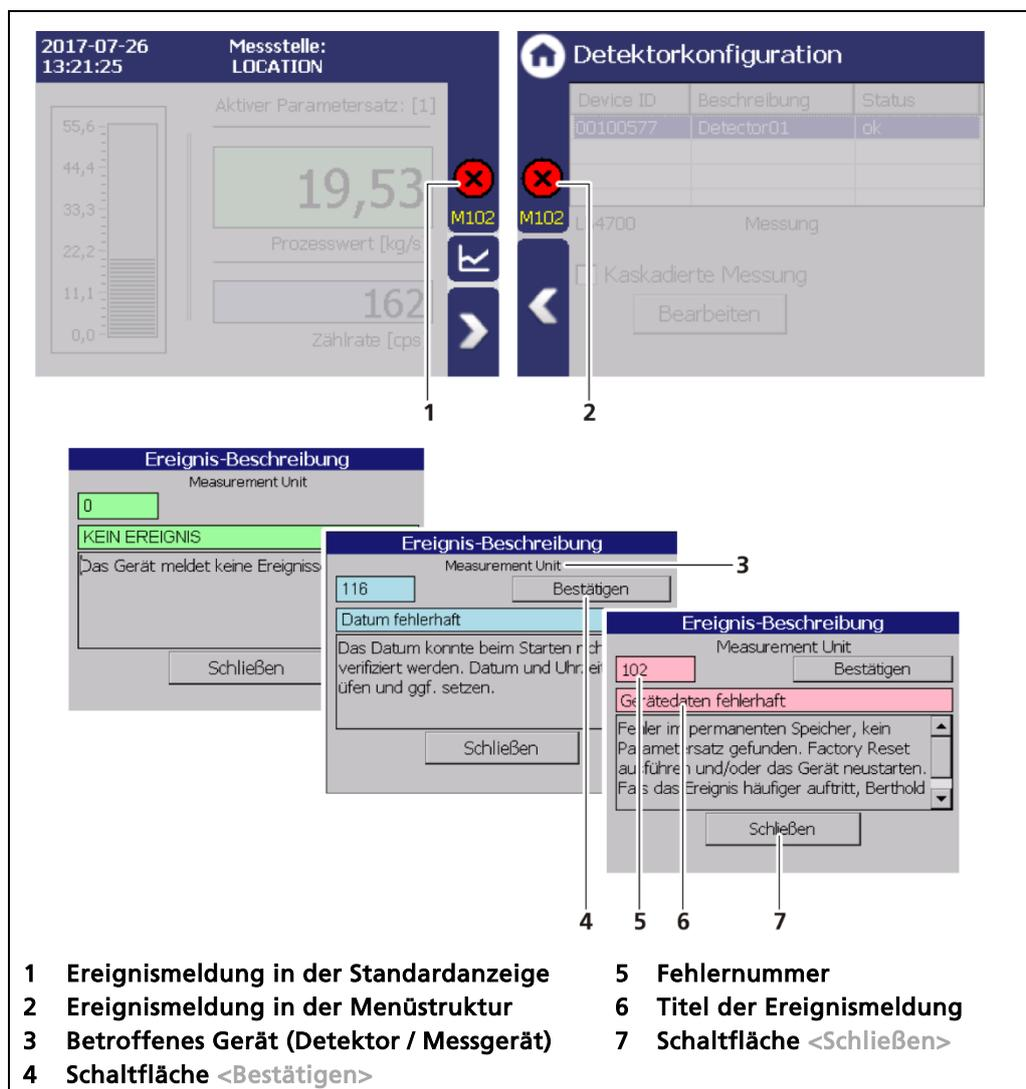

Abb. 32 Ereignismeldung (Beispiel: Datum fehlerhaft)
1. Klicken Sie auf das Symbol (Abb. 32, Pos.1, Pos.2) um detaillierte Informationen über das Ereignis anzuzeigen.